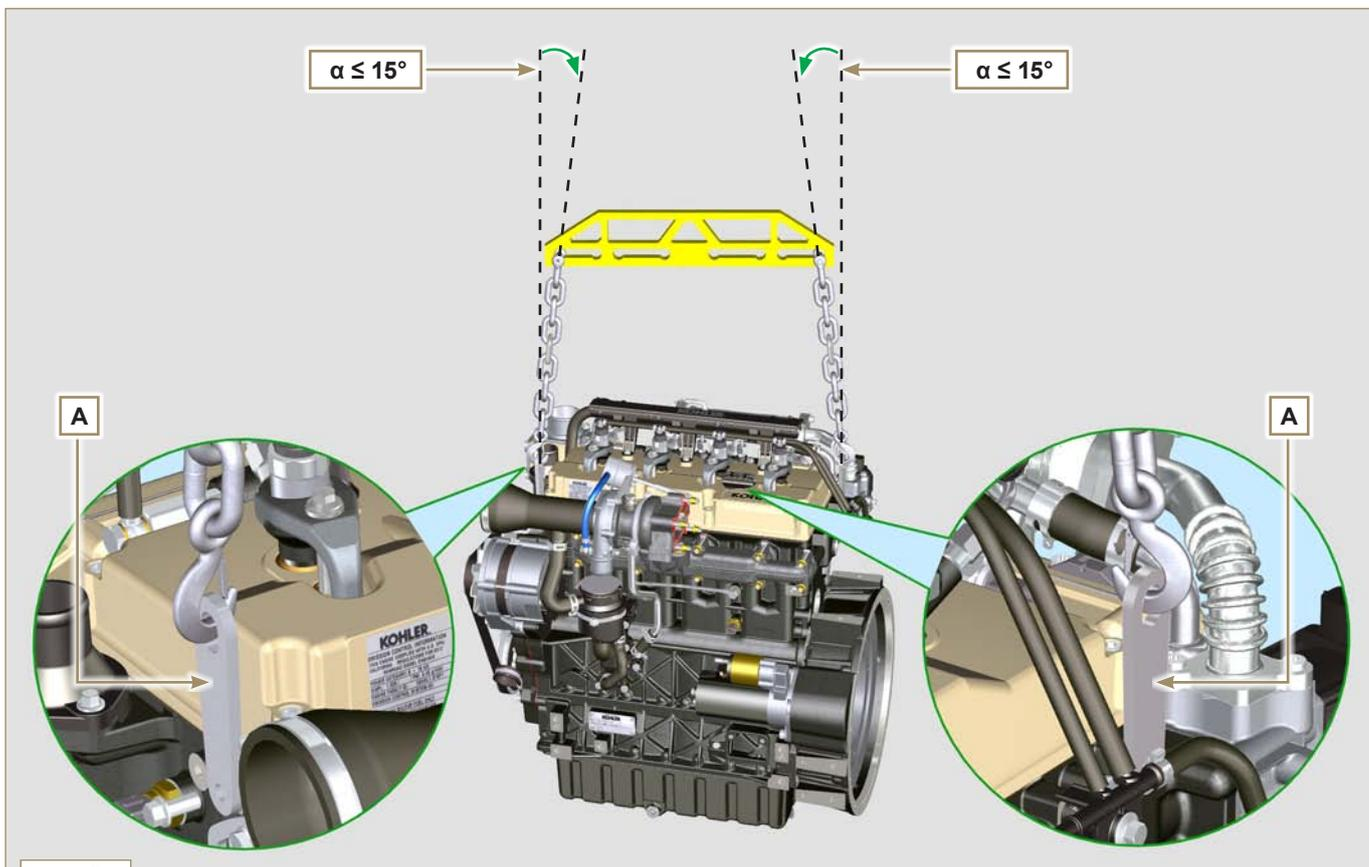

Abb. 3.1
- Für das Anheben des Motors alleine nur die beiden Aufhängeringschrauben **A** verwenden, die von **KOHLER** vorgesehen wurden (**Abb. 3.1**).